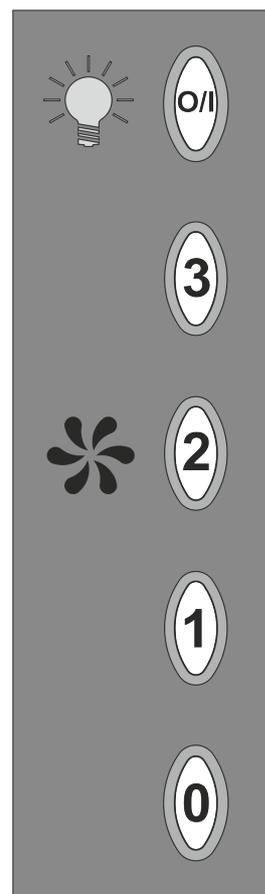

Рис.5
7.3 На плоскости корпуса размещен кнопочный переключатель режимов работы и включения ламп освещения (рис.5).